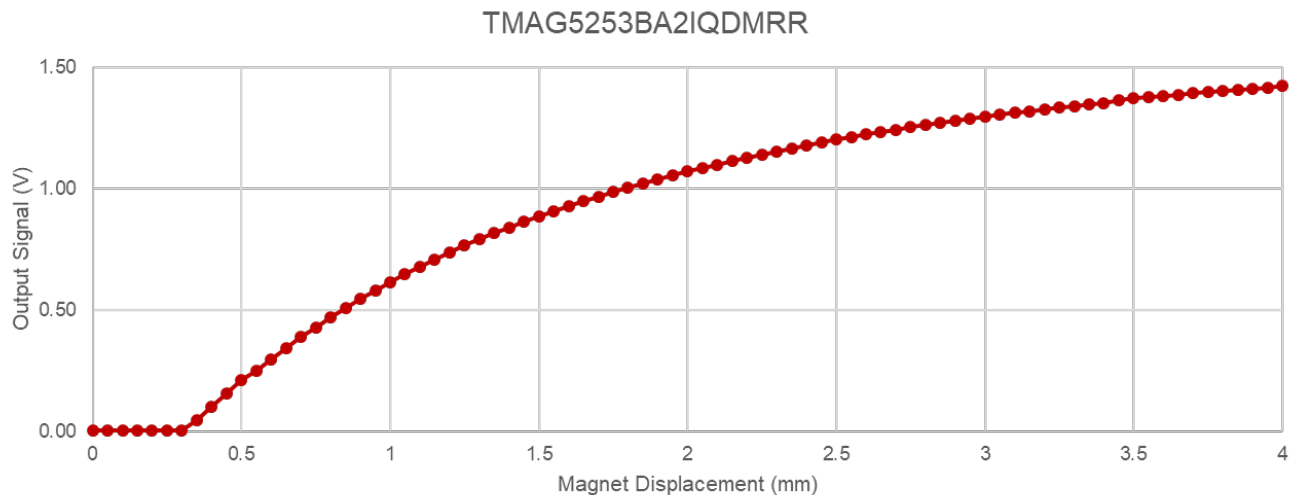
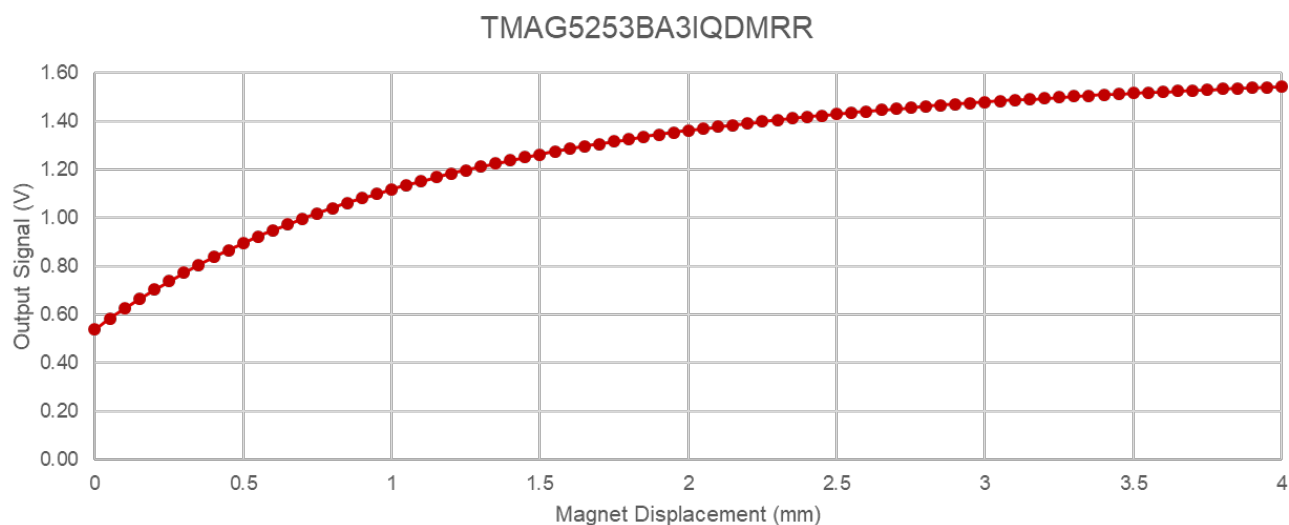

图 3-9. TMAG5253BA2 基准测试结果
图 3-10. TMAG5253BA3 基准测试结果
为了验证 **TIMSS** 仿真的结果，创建了一个物理基准测试设置。为进行这些测试，**TMAG5253BA3** 和 **TMAG5253BA2** 均已组装到了 **HALL-ADAPTER-EVM** 分线板上。这样可以比较两个型号的结果，以便查看 **TMAG5253BA3** 型号是否仍然是最佳选择，如 **TIMSS** 中所示。实验室设置包括放置在固定位置的磁性键盘开关中的 **Samarium Cobalt YX18** 磁体。然后放置带有 **TMAG5253BA2** 的 **HALL-ADAPTER-EVM**，使传感器中心与磁体中心对齐。首先，传感器处于完全按下状态，磁体此时距离传感器约 2.1mm。然后，传感器以 0.05mm 的增量移动，直到传感器从起始位置总共移动 4mm，此时传感器距离磁体 6.1mm，以此模拟磁性键盘开关从按下变为未按下。图 3-9 显示了在此期间从传感器采集的数据结果。
与 **TMAG5253BA2** 型号的 **TIMSS** 仿真中观察到的结果类似，当磁体达到完全按下状态时，检测元件变得饱和，这意味着此时无法提取到有意义的数据。图 3-10 显示了从 **TMAG5253BA3** 测得的结果。根据图 3-10 中显示的结果，不仅没有出现饱和，而且在每次以 0.05mm 的增量移动时，传感器还能够随着自身远离磁体而观测到增量变化。
借助 图 3-10 中所示的键盘设计示例，可以使用德州仪器 (TI) Launchpad (如 MSP-EXP432E401Y) 连接到 图 3-9 中所示的排针，从而为电路板供电并实现交互。